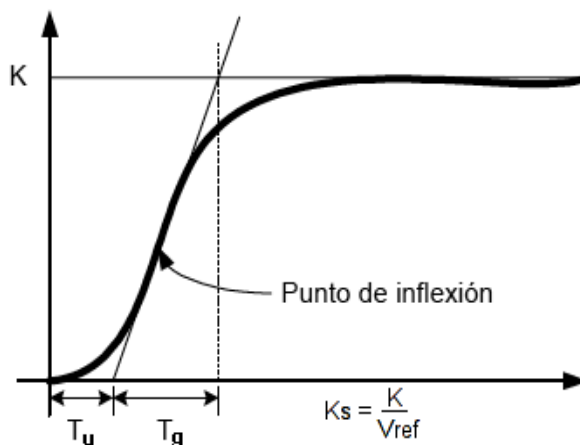

Figura 6.6. Determinación de T_u , T_g y K_s de la respuesta de la planta a lazo abierto.
18. Reduzca al mínimo las perillas tanto del voltaje de referencia (SET POINT) como todas las del controlador PID (**KP**, **TN(s)** y **TV(s)** y las de sus respectivas escalas) y coloque los interruptores de la parte superior del controlador PID AB(D) y AB(I) hacia arriba.
22. En la gráfica obtenida indique el punto de inflexión en la respuesta transitoria y trace una recta tangente a ese punto, a continuación mida el tiempo muerto y la constante de tiempo del sistema como se indica en la siguiente Figura 6.6